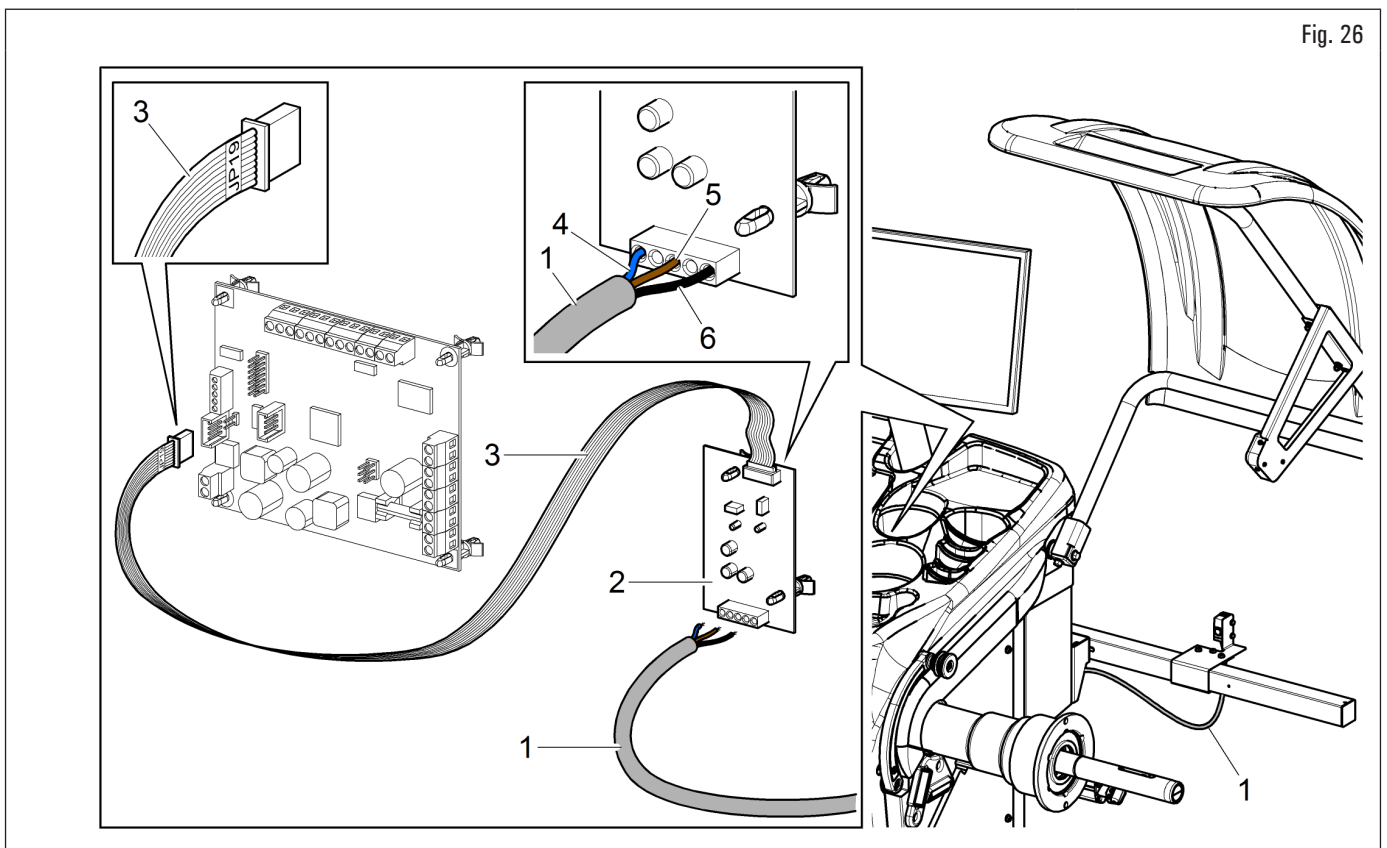

Fig. 26
4. raccorder le connecteur du câble du Run-out (Fig. 26 réf. 1) à la carte électronique (Fig. 26 réf. 2), de la façon illustré dans la Fig. 26 (câble réf. 4 bleu, câble réf. 5 marron et câble réf. 6 noir). Connecter la carte (Fig. 26 réf. 2) du Run-out à la carte principale de l'équilibreuse, en utilisant le câble JP19 (Fig. 26 réf. 3) fourni. Effectuer la connexion de la façon illustrée par la Fig. 26 ;